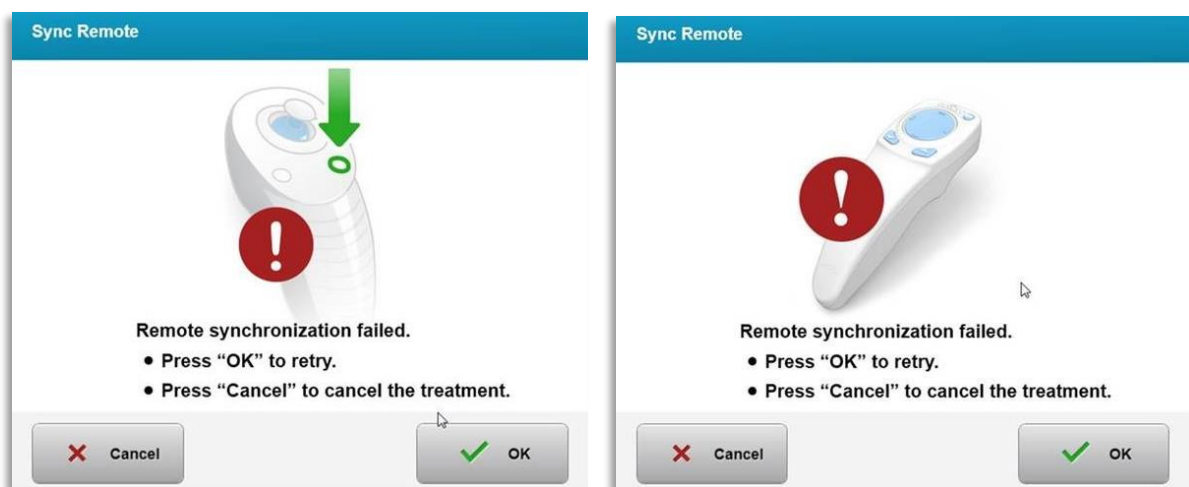

Figura 3-18. Tempo scaduto per la sincronizzazione
- Se il pulsante di sincronizzazione non viene premuto entro l'intervallo di tempo di 15 secondi, lo schermo visualizza il messaggio "Sync Alignment Remote" (Sincronizzazione con il telecomando di allineamento), come mostrato nella Figura 3-18.